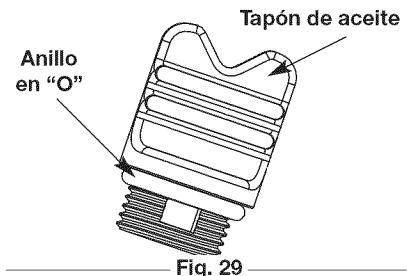

Fig. 29
**NOTA:** Verifique que el anillo en O esté en su lugar en el tapón de relleno de aceite cuando mida y cambie el aceite (Fig. 29).